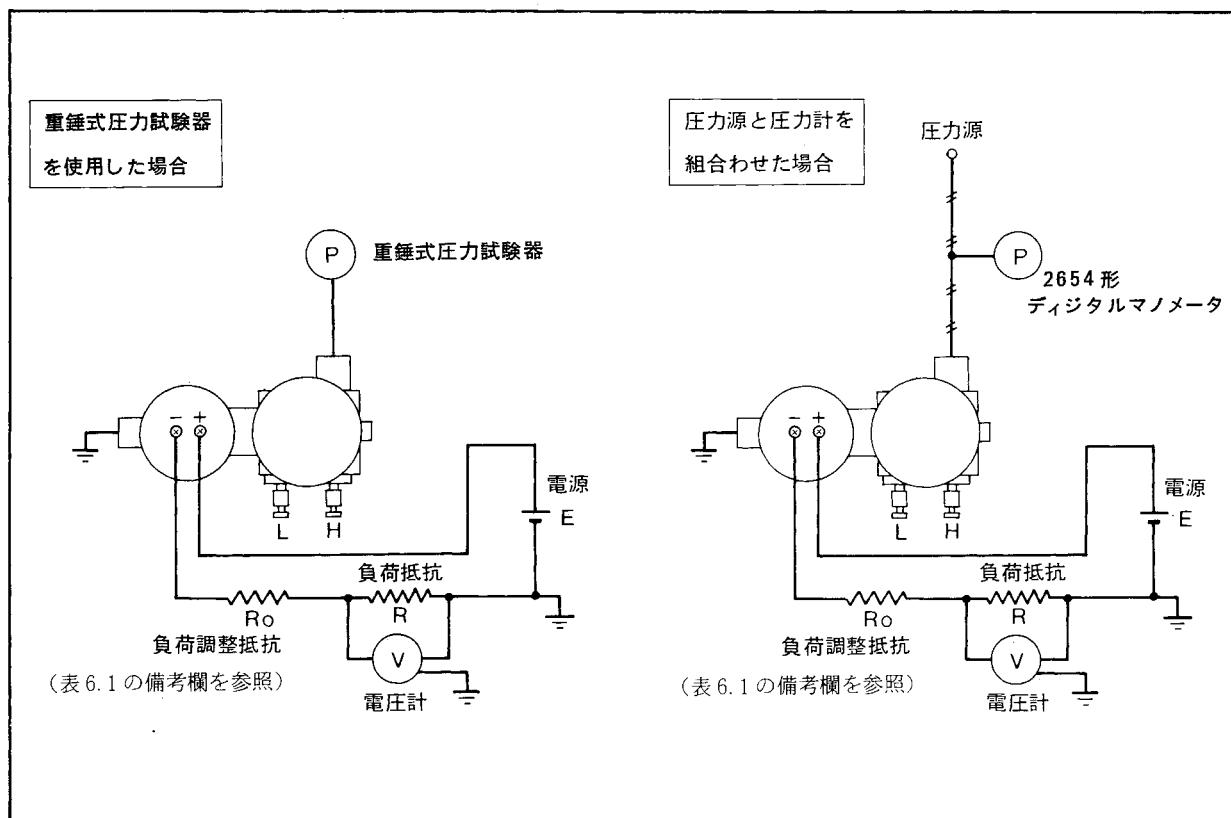

図 6.1 各機器の接続
- (1) 図6.1のように各機器を接続し、5分以上ウォームアップします。
- (3) 図6.1のように各機器を接続し、5分以上ウォームアップします。
- (4) ダンピング調整ボリュームを反時計方向へ一杯に回します(6.7項参照)。
- (5) 圧力を大気圧にし、ゼロ調整ねじで出力を1.000 V±0.004 V(0%)に調整します。または5.3.1項を参照して測定レンジの0%近辺の基準圧力を加え、これに対応する出力になるようにゼロ調整します。
- (6) カプセルアセンブリのMAX SPAN圧力を加え、スパン調整ボリュームで出力を5.000 V±0.004 V(100%)に調整します。
- (7) (5),(6)項を繰り返して行ない、各電圧が許容値内に入るようになります。
- (8) MAX SPANの1/2の圧力を加え、出力が3.000 V±0.004 V(50%)の範囲内に入るか確認します。範囲内に入らない場合にはリニアリティ調整ボリュームで調整します。
- (9) (5)~(8)項を繰り返して行ない、各電圧が許容値内に入るようになります。
- (1) 6.3項の図6.1と同じように各機器を接続し、5分以上ウォームアップします(6.3項(1)の注意を参照)。